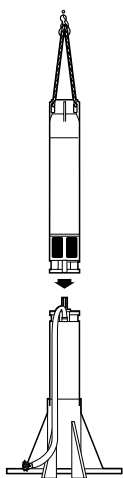

fig. 3
- Heben Sie die Pumpe Sie mit den sachgemäßen Vorrichtungen (mobiler Kran, Flaschenzug, Dreibock...) in die genaue senkrechte Position über den Motor und senken Sie sie langsam ab, stellen Sie dabei sicher, dass die Motorwelle frei in Sitz der Pumpenmuffe (**fig. 3**) gelangt; **achten Sie in dieser Phase besonders auf Ihre Hände!**